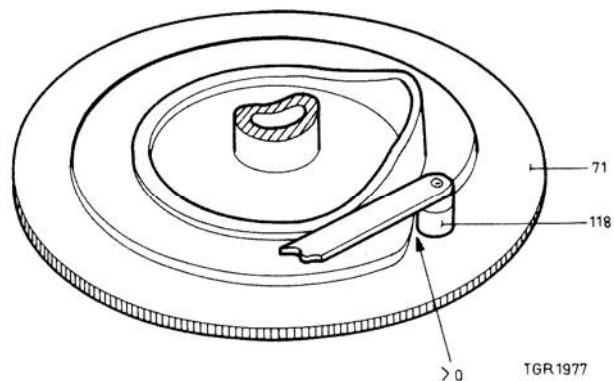

Fig. 19
Na deze instelling moet gecontroleerd worden of er in posities "opname" en "weergave" ruimte is tussen rol pos.118 en de grote commandoschijf pos.71 (zie pijl in fig.19).